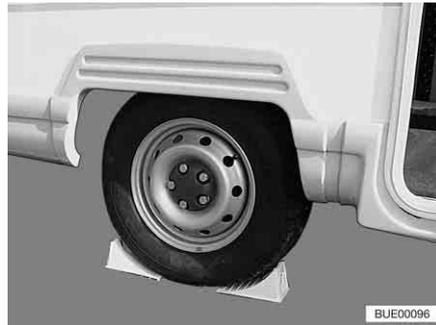

Fig. 296 Asegurar el vehículo
- Colocar las cuñas de calzo u objetos similares adecuados debajo de la rueda opuesta para asegurar el vehículo (Fig. 296).